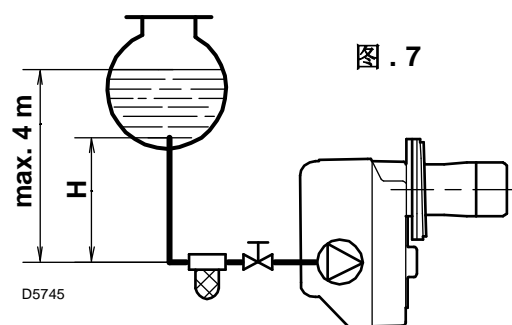
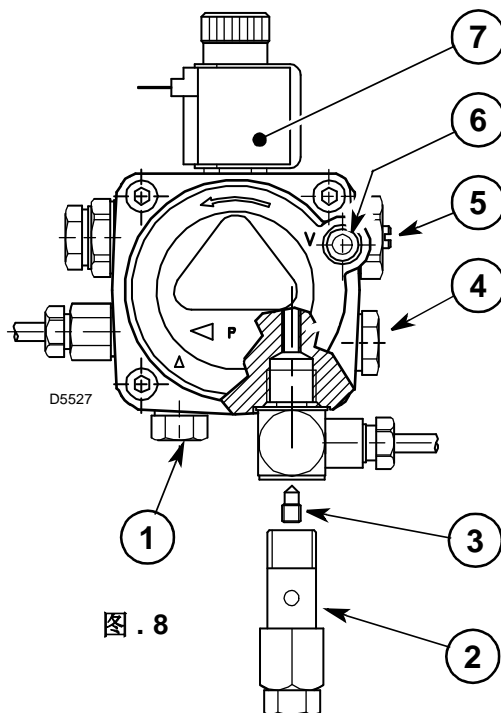

图 .7
图 .8
- 设计时泵是按双管运行的。如单管运行，须拧下回油螺钉 (2)，移开旁路螺钉 (3) 后再拧紧螺钉 (2)。(参见图 .8).
在图 .7 所示系统中，松开油压表接口螺钉 (6, 图 .8) 直到有油流出就可以了。
压力表必须安装在接口处 (4, 图 . 8, P 4).